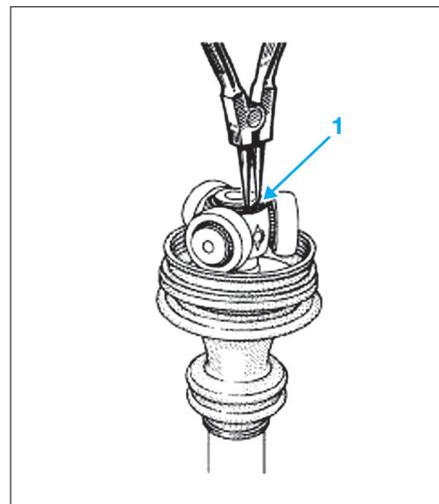

Fig. 7
- Déposer les circlips (1) du tripode (Fig.7).
- Déposer le circlips (1) du tripode (Fig.7).
- Reposer le jonc d'arrêt (1) (Fig.7).